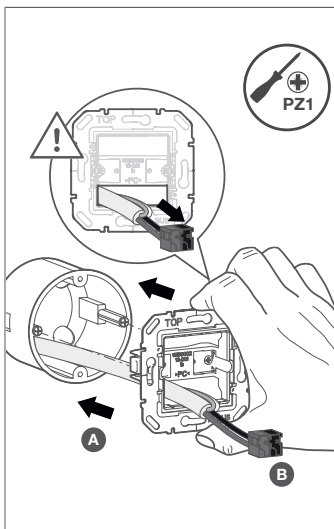
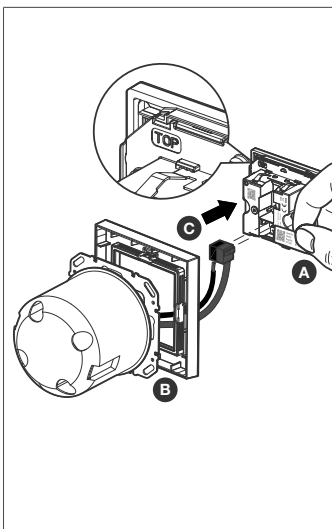

Fig. 7: Montaggio dell'anello di supporto
Fig. 8: Collegamento del morsetto di collegamento bus KNX
- Montare l'anello di supporto nella posizione corretta su una scatola da incasso (Fig. 7), tenendo come riferimento l'indicazione «TOP».
- Far passare il cavo bus con il terminale di collegamento attraverso il telaio e collegarlo al retro del dispositivo. Far passare il cavo di collegamento del bus KNX sotto la barra centrale (Fig. 7/Fig. 8).